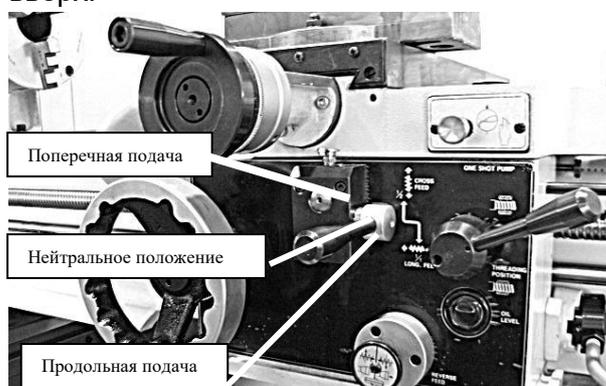

Рис. 46. Положения рукоятки управления подачей
3. Используйте рукоятку управления подачей на передней стороне салазок для включения автоматической подачи либо каретки, либо поперечного суппорта (см. рисунок 46). Для включения каретки, нажмите рукоятку влево и вниз. Для включения поперечного суппорта, нажмите рукоятку вправо и вверх.